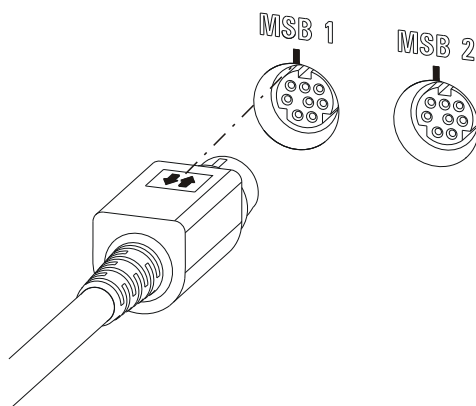

图6 MSB 接口
- 连接时请您注意 MSB 插头标有箭头的平面一侧朝向 MSB 接口的标志（参见图6，第14页）。